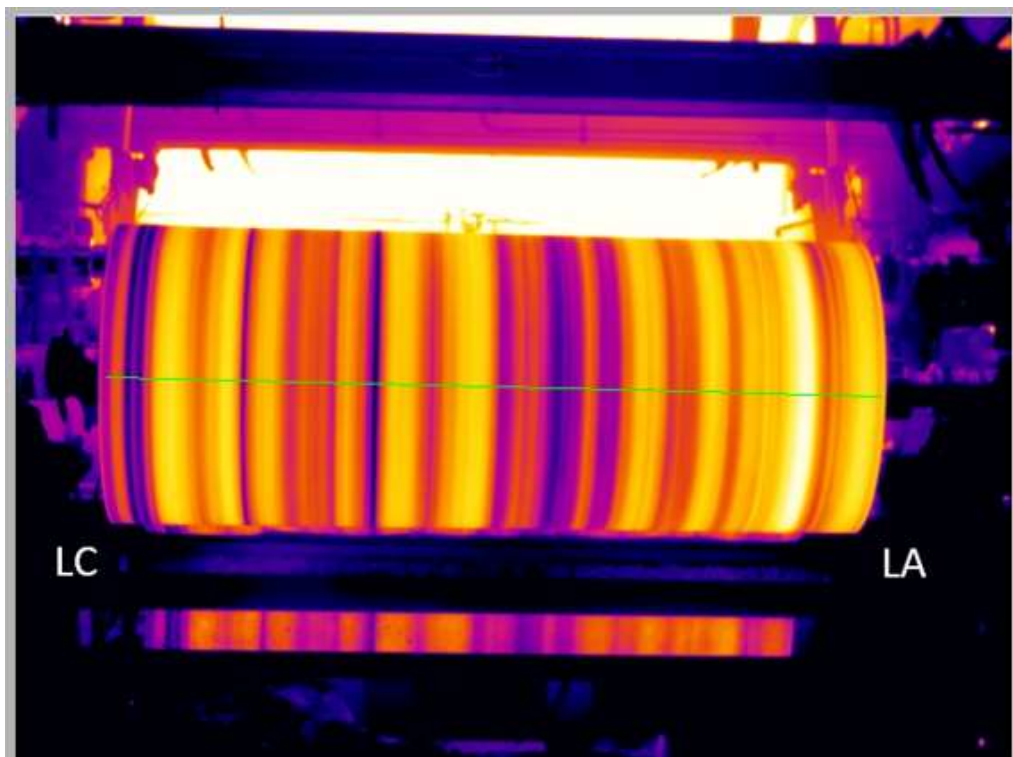
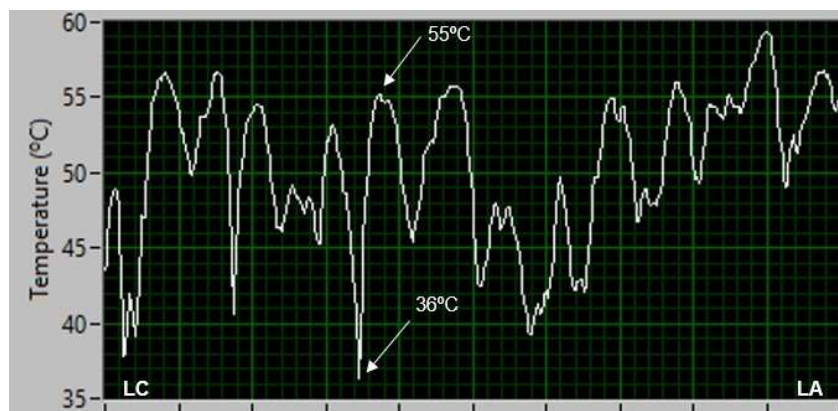

Figura 5: *Papel na enroladeira.*
Figura 6: *Perfil transversal de temperatura na enroladeira.*
Para tanto, traçamos a linha verde sobre o perfil (Figura 5), que se estende do lado de comando (LC) ao lado de acionamento (LA) da enroladeira, e a variação de temperatura será plotada em um gráfico, conforme a Figura 6 abaixo.